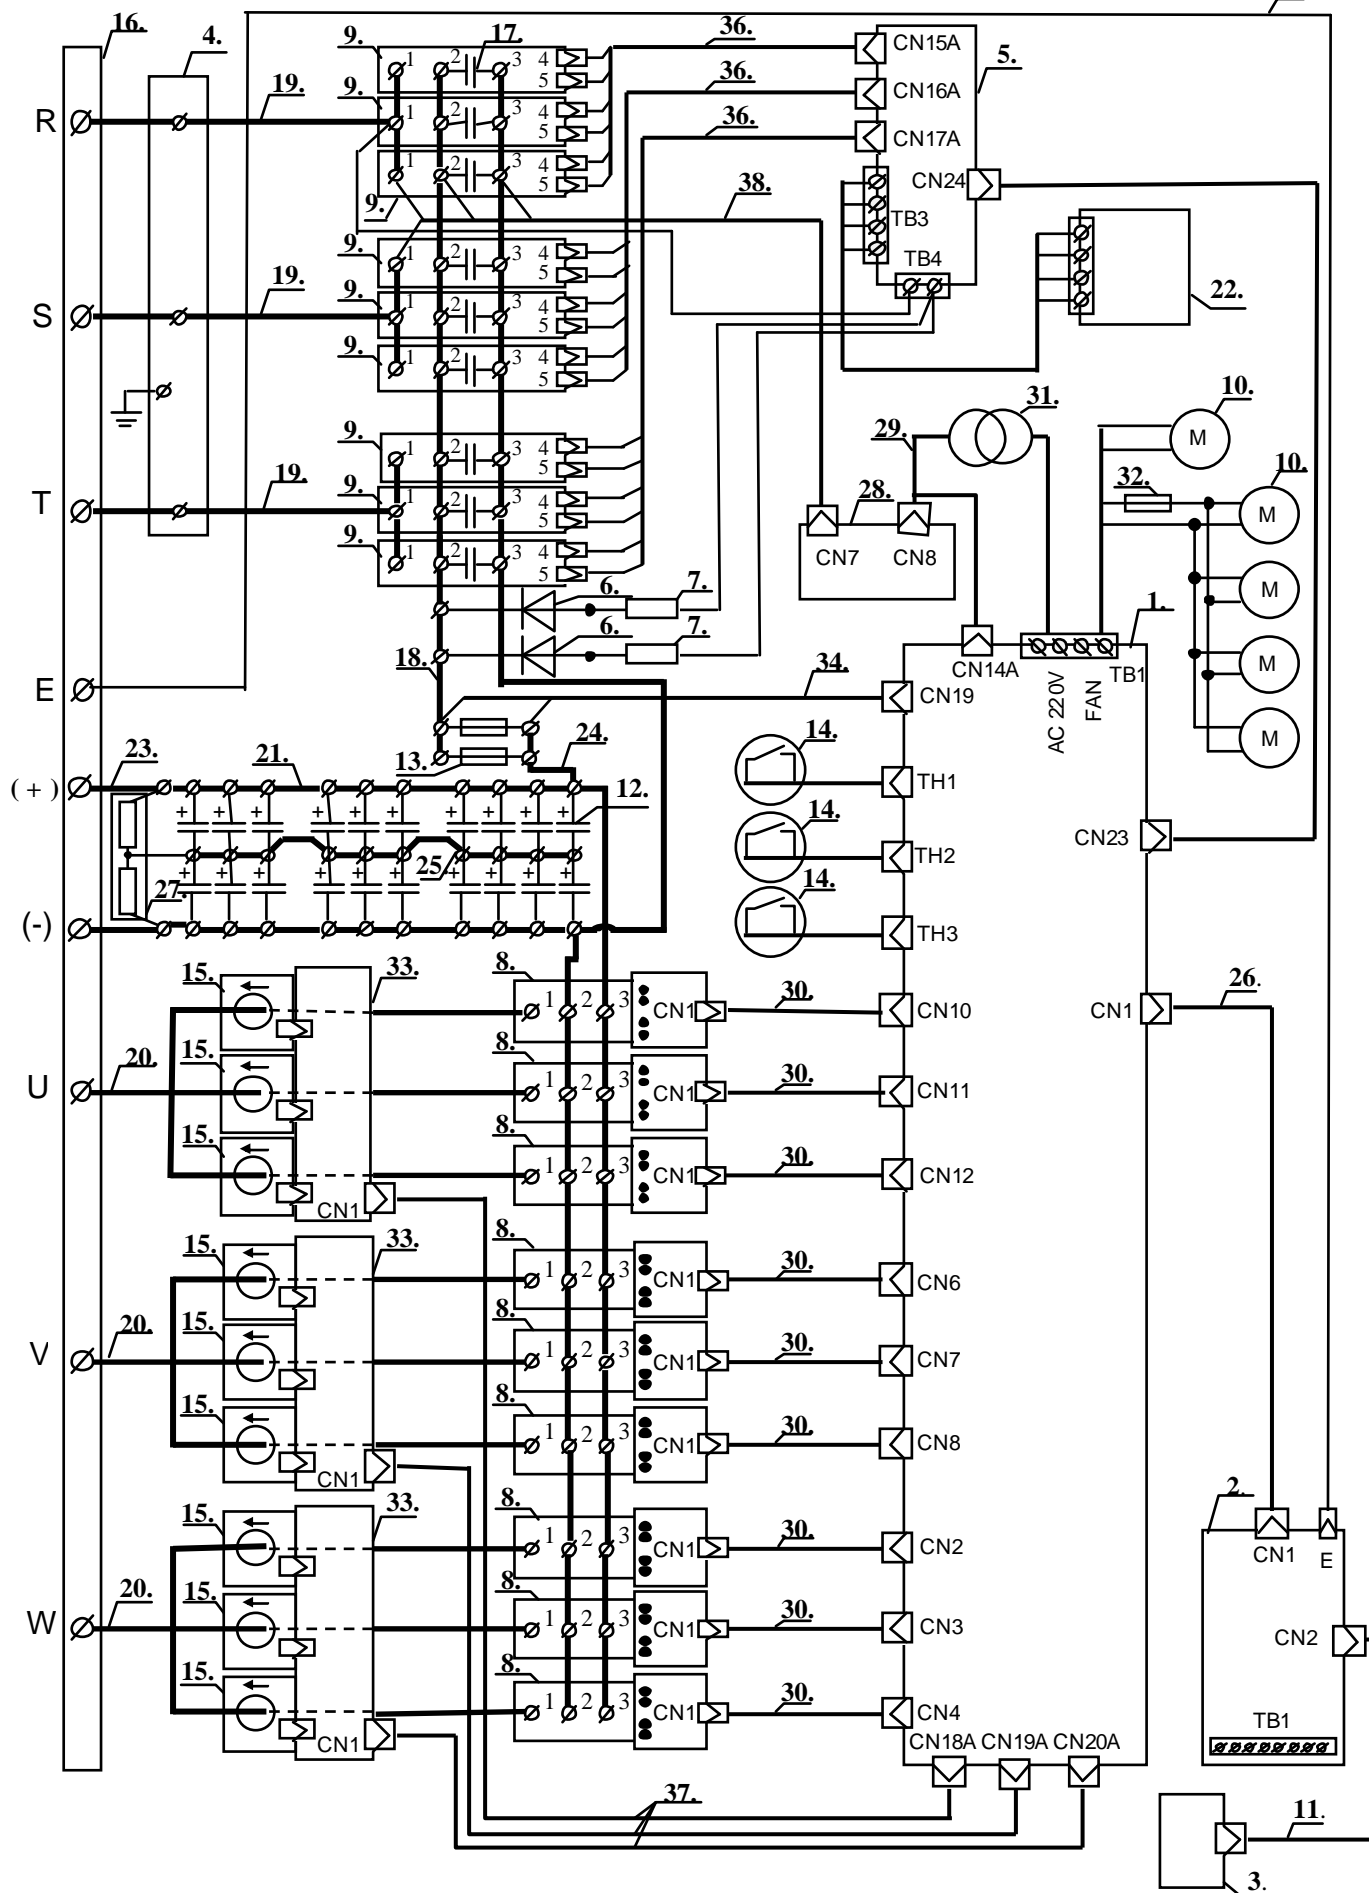

Рис. 4.2. Блок-схема преобразователя частоты Е-9011-250Н, -300Н.
Пояснения к рис. 4.2:
4.4.1. Фотографии сменных узлов, входящих в состав преобразователей частоты Е-9011-250Н, -300Н, приведены в табл. 4.1. (порядковые номера соответствуют рис. 4.2).